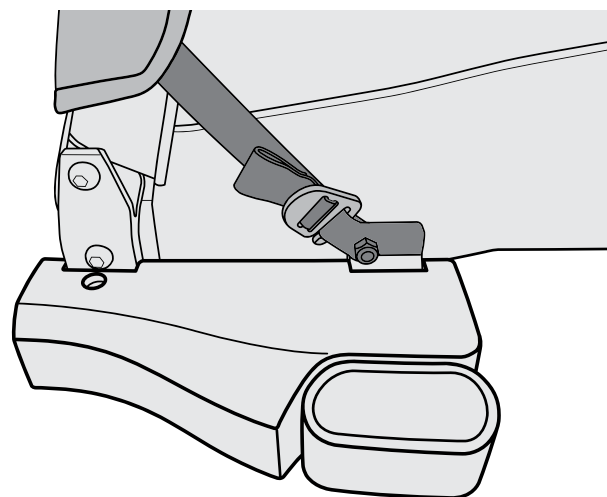

Figura 21
1. Inserte el gancho en el lazo y tire de la cincha para apretar la sujeción (Figura 21).